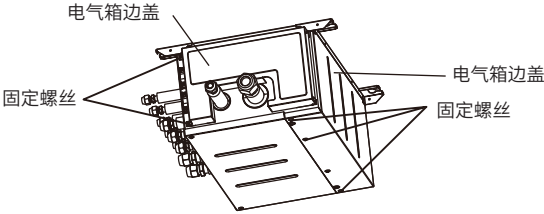

图42-1
- (1) 取下如图42-1电气箱边盖和电气箱盖的固定螺钉，取下电气箱边盖和电气箱盖。